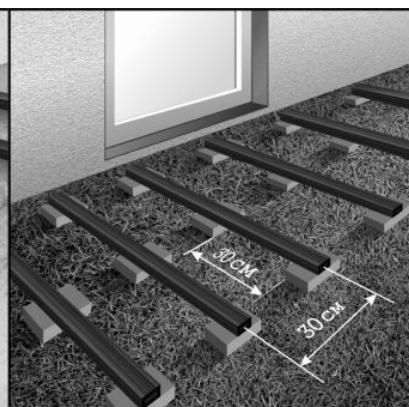

Рисунок 2
- На бетонные столбики или винтовые сваи, установленные в грунт на глубину промерзания (рис.2);